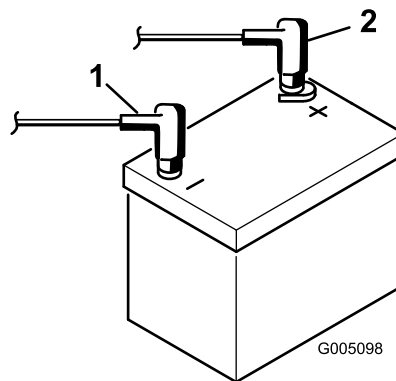

図 45
1. バッテリーからマイナスケーブル黒を外し、次にプラスケーブル赤を外す 図 45。
6. プラス赤ケーブルをバッテリーのプラス端子に接続し、次にマイナス黒ケーブルをバッテリーのマイナス端子に接続して、先ほど外したボルトとナットで固定する 図 45。ショート防止のために端子にゴムキャップをかぶせる。